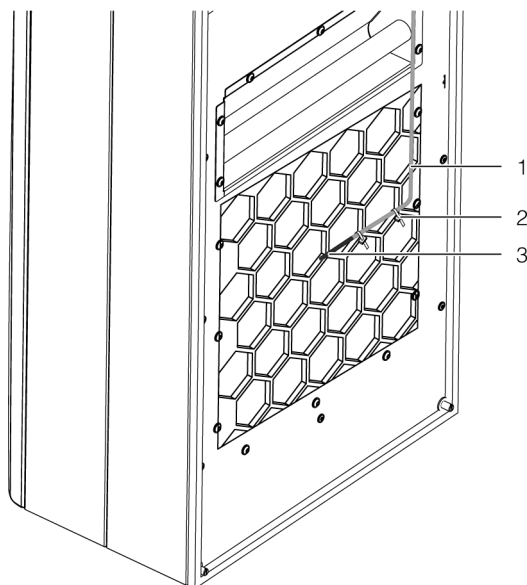

Fig. 24: Sensor de temperatura na frente da saída de ar frio (exemplo)
- Instale o sensor de temperatura na posição central da saída do ar frio do condicionador de ar (fig. 24).